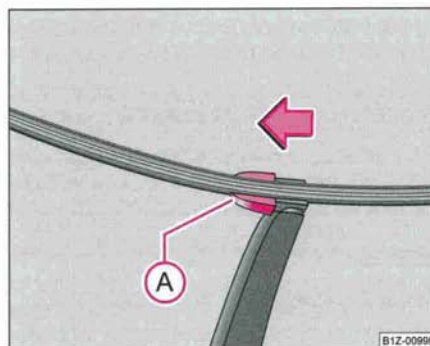

Fig. 57 Balai d'essuie-glace pour lunette arrière
- Ecartez le bras d'essuie-glace du pare-brise et positionnez le balai à angle droit du bras d'essuie-glace ⇒ fig. 57.
- Avec l'autre main, déverrouillez la sûreté (A) dans le sens de la flèche et retirez le caoutchouc.